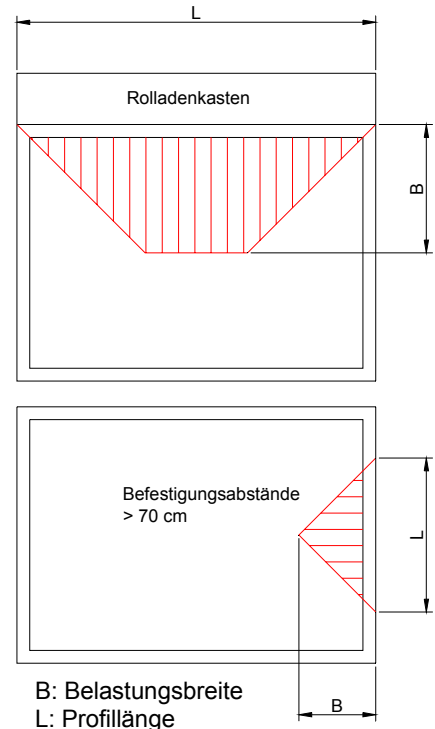

Abb. 11: Überschreiten der Befestigungsabstände
- bei Überschreitung des maximal zulässigen Befestigungsabstandes des Blendrahmens zum Mauerwerk (70 cm), wie beispielsweise die oberen Querstücke von Fenstern mit Rollläden, Elementstöße usw. In diesem Fall muss die freie Profillänge des Blendrahmens statisch nachgewiesen werden. Dazu betrachtet man den Blendrahmen als Pfosten- bzw. Kämpferprofil mit halbseitiger Belastung (siehe Abb. 11).